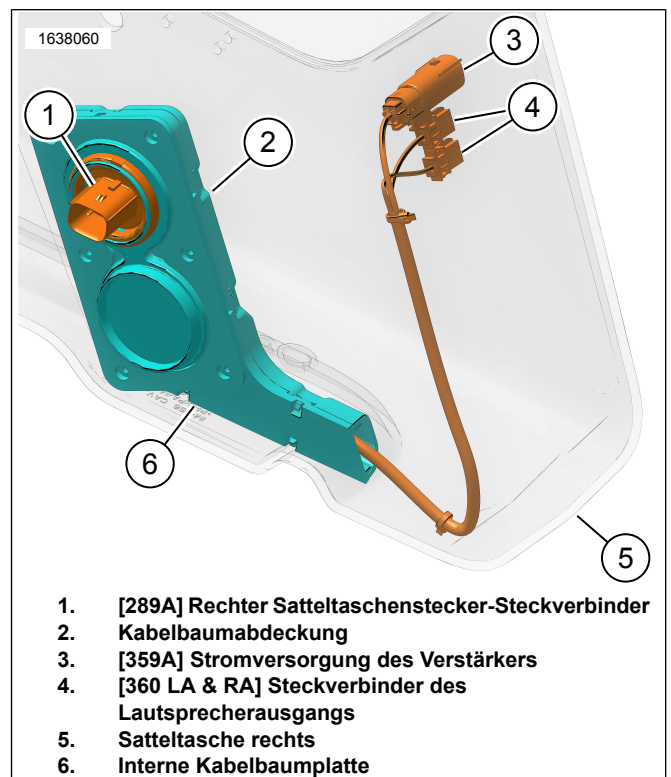
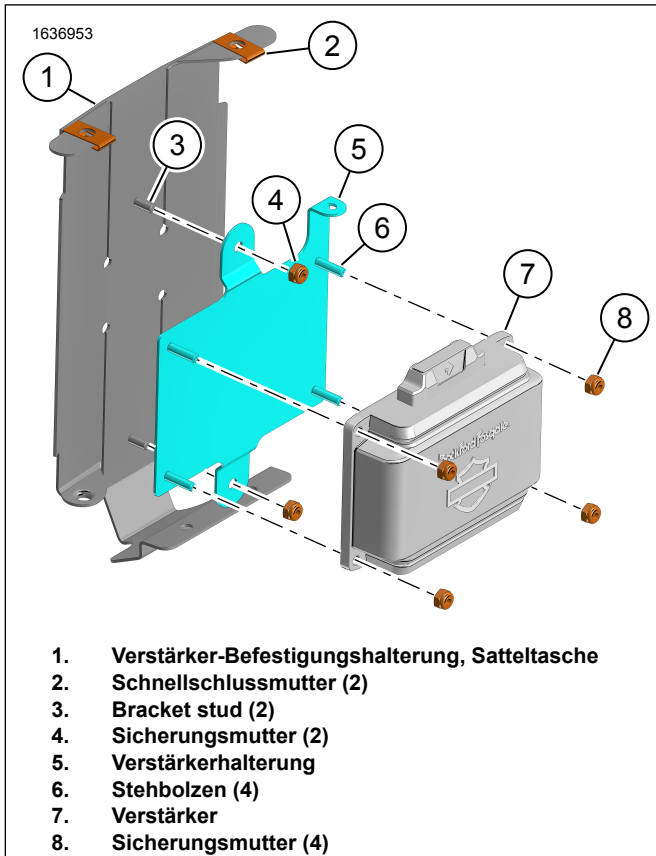
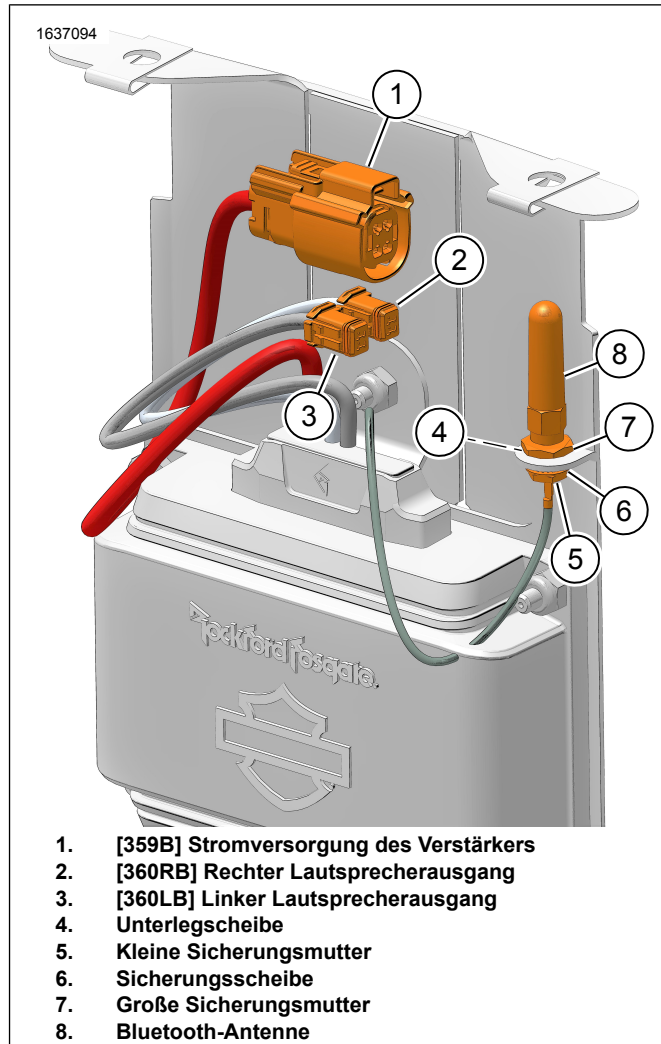

Abbildung 8. Interner Kabelbaum 69202871
Abbildung 9. Verstärker-Befestigungshalterung
Abbildung 10. Verstärkerbaugruppe
8. Abbildung 8 Den internen Kabelbaum wie abgebildet installieren.
- a. Die Kabelbaumabdeckung (2) einbauen.
9. Abbildung 10 Antenne montieren.
- a. Die kleine Unterlegscheibe (5) und die Sicherungsscheibe (4) am Antennensockel anbringen.
- c. Die Unterlegscheibe (4) und die große Sicherungsmutter (7) anbringen. Baumgruppe festziehen.
10. Abbildung 9 Verstärker-Befestigungshalterung zusammenbauen.
- a. Schnellschlussmutter (2) installieren.
- b. Die Verstärkerhalterung (5) an den Halterungsbolzen (3) montieren.
- c. Sicherungsmutter (4) anbringen. Festziehen.
- d. Verstärker (7) einbauen.
- e. Sicherungsmutter (4) anbringen. Festziehen.
14. Siehe Abbildung 8 und Abbildung 10 . Schließen Sie den internen Kabelbaum an die Verstärkerbaugruppe an.
15. Siehe Abbildung 10. Die rechten Lautsprecherkabel mit der Verstärkerbaugruppe verbinden.
Siehe Abbildung 8 und Abbildung 10. Schließen Sie den internen Kabelbaum an die Verstärkerbaugruppe an.